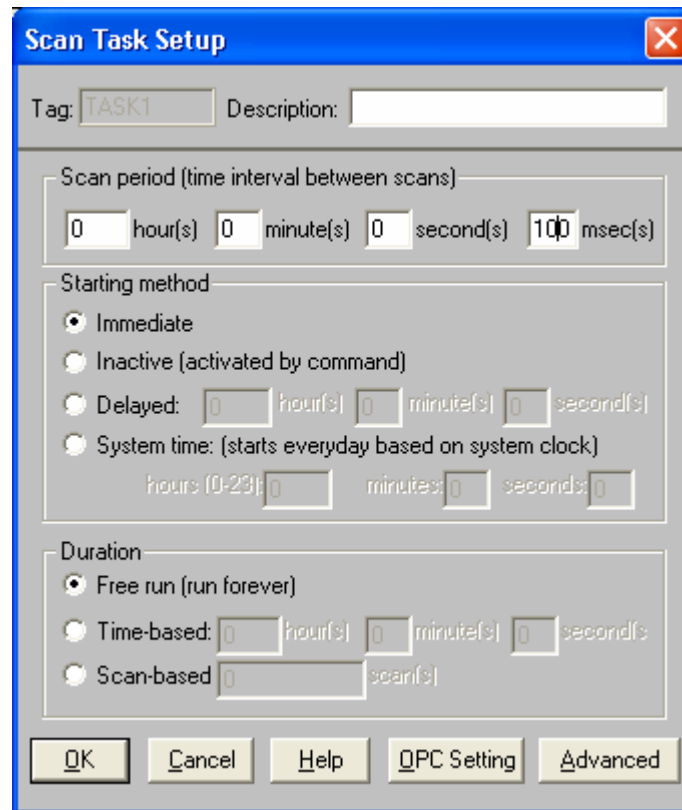

Рис. 4.8. Задание временных параметров запуска приложения
2. *Второе действие* — задайте временные параметры запуска приложения. Для этого нажмите кнопку **Task Properties** на панели инструментов или выполните команду **Setup | Task Properties**, в появившемся окне задайте требуемое значение периода (рис. 4.8) и нажмите кнопку **ОК**. В нашем примере задан период запуска приложения 100 миллисекунд.